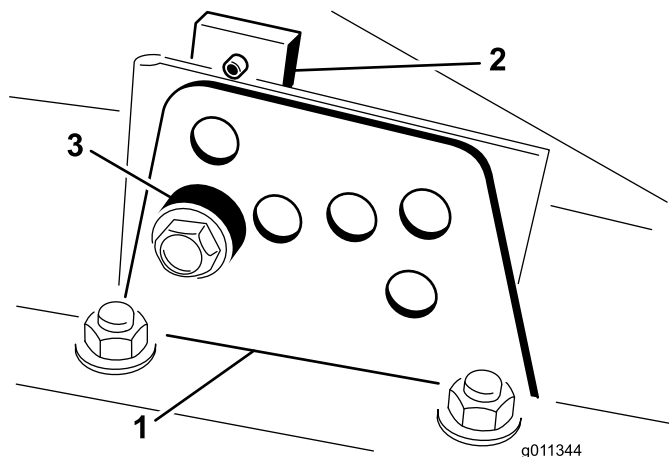

Figure 16
2. Desserrez le boulon qui fixe le support de hauteur de coupe à la plaque de hauteur de coupe (à l'avant et de chaque côté) (Figure 16).